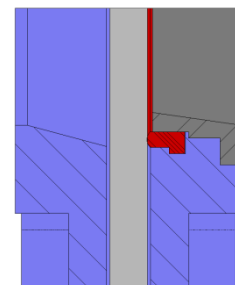

Рис. 6
- **Седло 2:** Уплотнение металл / эластомер (Рис. 6). Данный тип уплотнения содержит герметичное соединение, которое удерживается внутри корпуса при помощи армированного кольца, выполняющего две функции: защита задвижки от абразивного износа и очистка ножа в случае, если используется рабочее тело, вызывающее налипание твердых отложений. Кольцо легко снимается и заменяется.